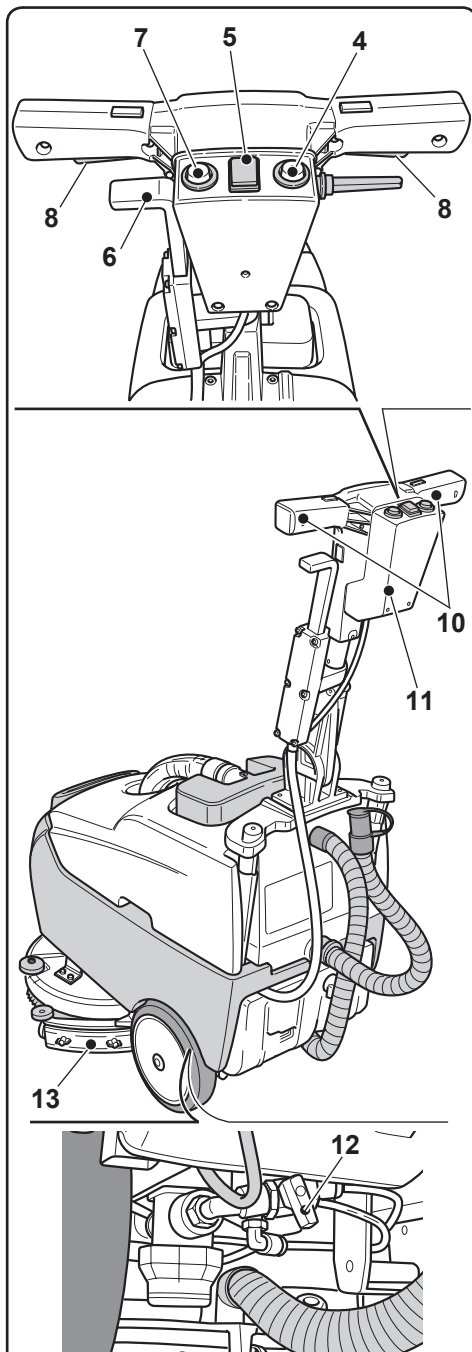

Fig. 12
9.1.e - Alarmas durante el funcionamiento (Fig. 12/a)
9.1.f - Cuentahoras (Fig. 12/a)